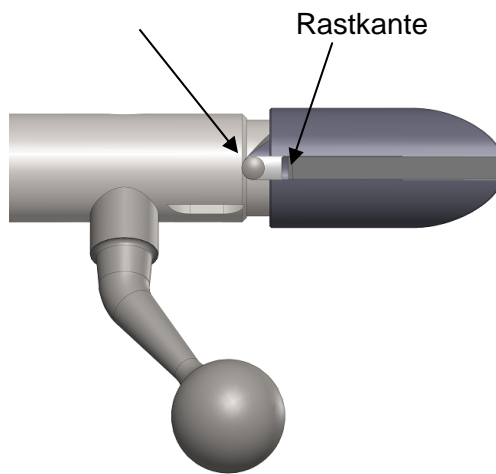
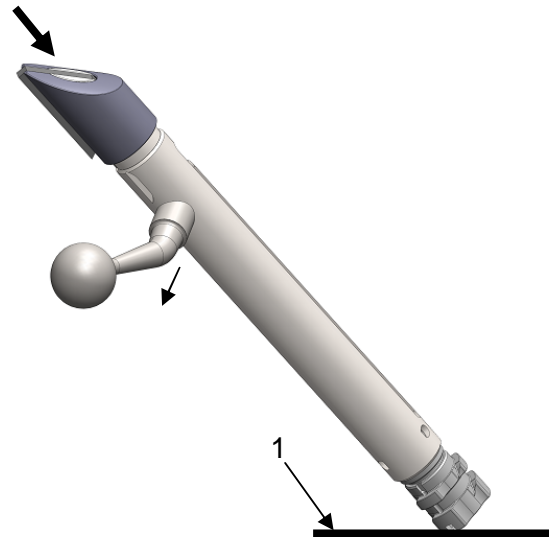
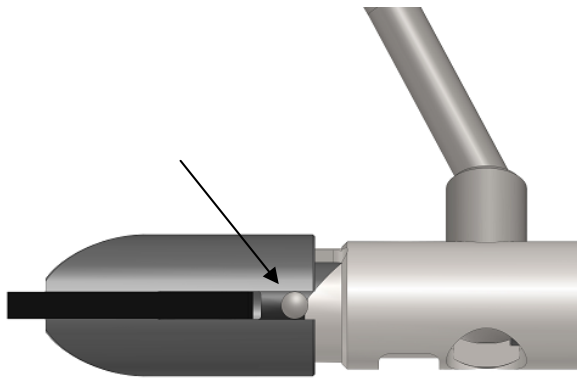

Bild 6
Bild 7
Bild 8
Schlösschen in die angezeigte Position (Bild 6) drehen, dann durch Drücken (auf eine feste Unterlage „1“) (Bild 7) den Kammerstengel entnehmen. Danach kann das Schlösschen entnommen werden.
Schlösschen wieder in den Verschlusskopf einfügen und in die Position (Bild 6) bringen. Kammerstengel wieder in den Verschlusskopf einführen, dabei das Schlösschen wieder auf eine feste Unterlage drücken (Bild 7). Schlösschen in die angezeigte Position (Bild 8) drehen.
**Ggf. müssen Sie die Verschlusshülse einspannen um das Schlösschen in die Position im Bild 8 zu drehen.**
Achtung die Rastkante (siehe Bild 6) ist sehr scharfkantig.